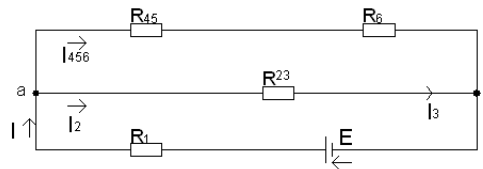

рис. 2
- 2.3. Эквивалентный резистор для последовательно соединенных R_{45} и R_6 (рис.2):
- 2.4. Эквивалентный резистор для параллельно соединенных (рис.2) резисторов R_{456} и R_{23} :
4.3. Токи резисторов R_2 и R_3 (схема рис. 2)
4.4. Ток через резистор R_{456} (схема рис. 2)